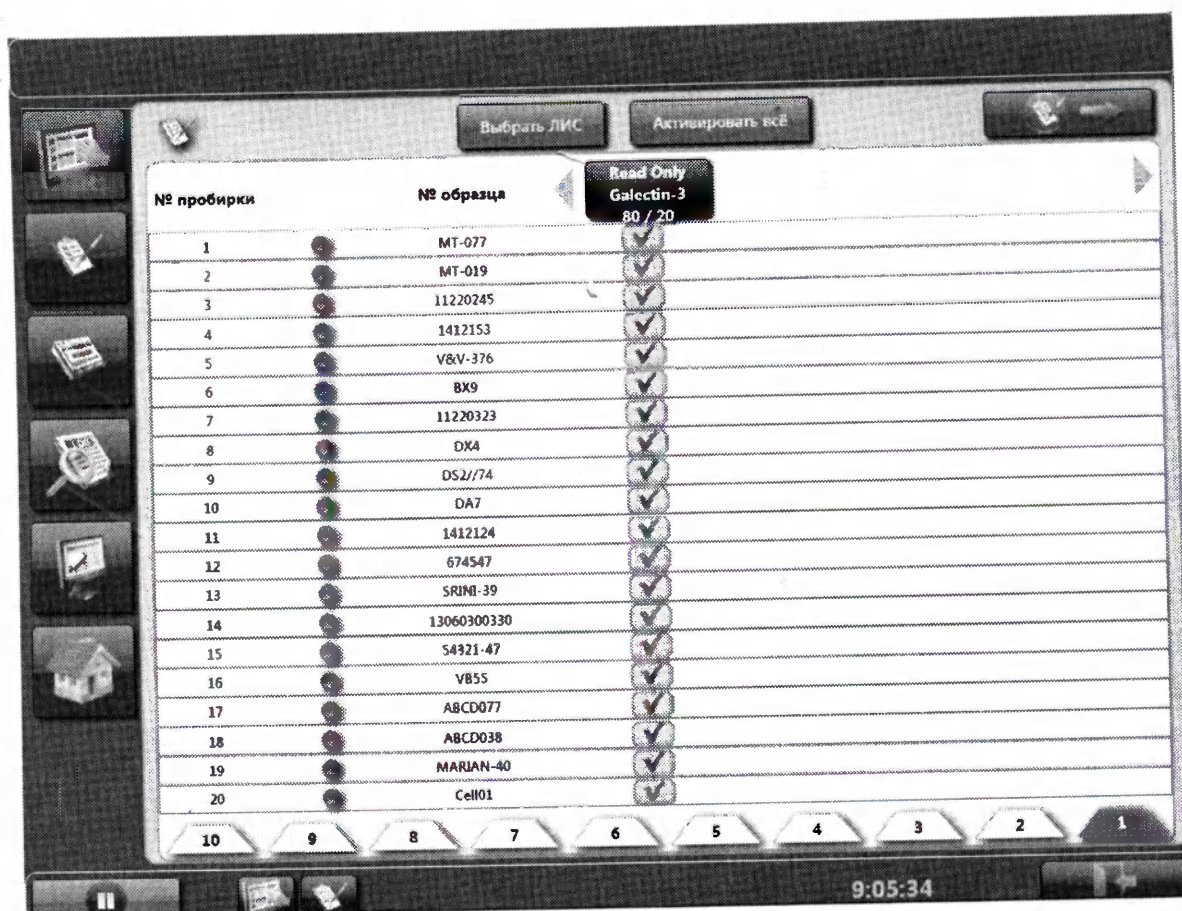

Рисунок 4-10: Состояние штатива с образцами
5. Во время сканирования штатива можно перейти к окну «Состояние штатива с образцами» (Рисунок 4-10).
7. После загрузки всех образцов нажмите на кнопку  (Рисунок 4-10), чтобы принять образцы.